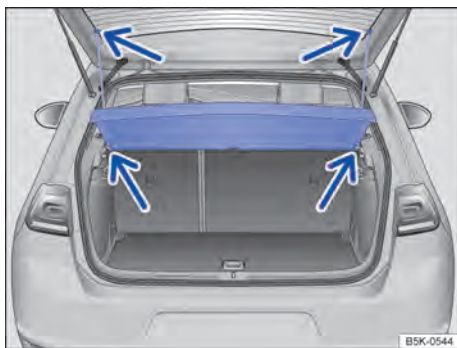

Fig. 173 No compartimento de bagagem: remover e instalar a cobertura do compartimento de bagagem.
- Desprender as cintas de fixação na tampa do compartimento de bagagem → Fig. 173 (setas superiores).
- Pressionar a cobertura do compartimento de bagagem para cima puxando para fora dos suportes laterais → Fig. 173 (setas inferiores).
- Pressionar a cobertura do compartimento de bagagem por cima para dentro dos suportes laterais → Fig. 173 (setas inferiores).
- Prender as cintas de fixação na tampa do compartimento de bagagem → Fig. 173 (setas superiores).